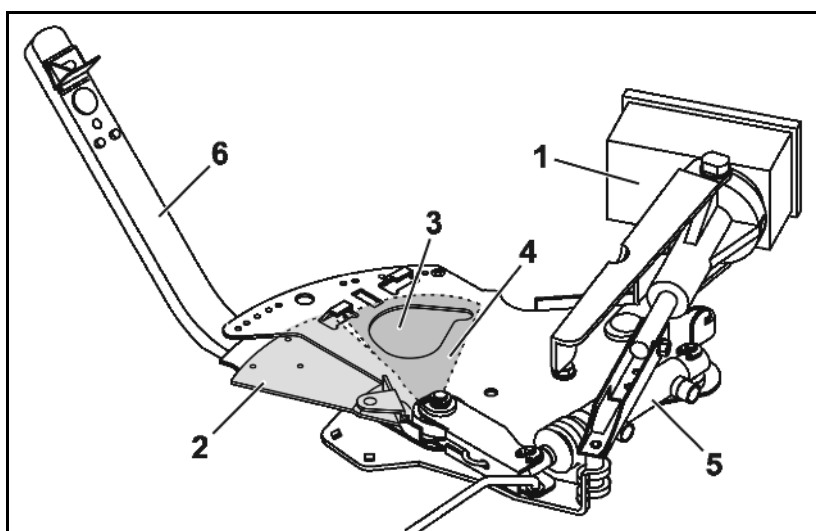

Рис. 22
- электронным образом с помощью терминала управления / бортовой компьютер. При этом активируемые серводвигателями (Рис. 22/1) дозирующие заслонки (Рис. 22/2) обеспечивают различную ширину раскрытия выпускных отверстий (Рис. 22/3)
- вручную с помощью регулировочного рычага (Рис. 22/6) устанавливается различная ширина раскрытия выпускных отверстий (Рис. 22/4). Требуемое для этой цели конкретное положение заслонки определяется или по данным **таблицы норм внесения удобрений**, или с помощью **счетного диска**.
Запорные заслонки (Рис. 22/4) служат для открывания и закрывания выпускных отверстий и в зависимости от оснастки, и их привод может осуществляться отдельно гидравлически (Рис. 22/5) с помощью